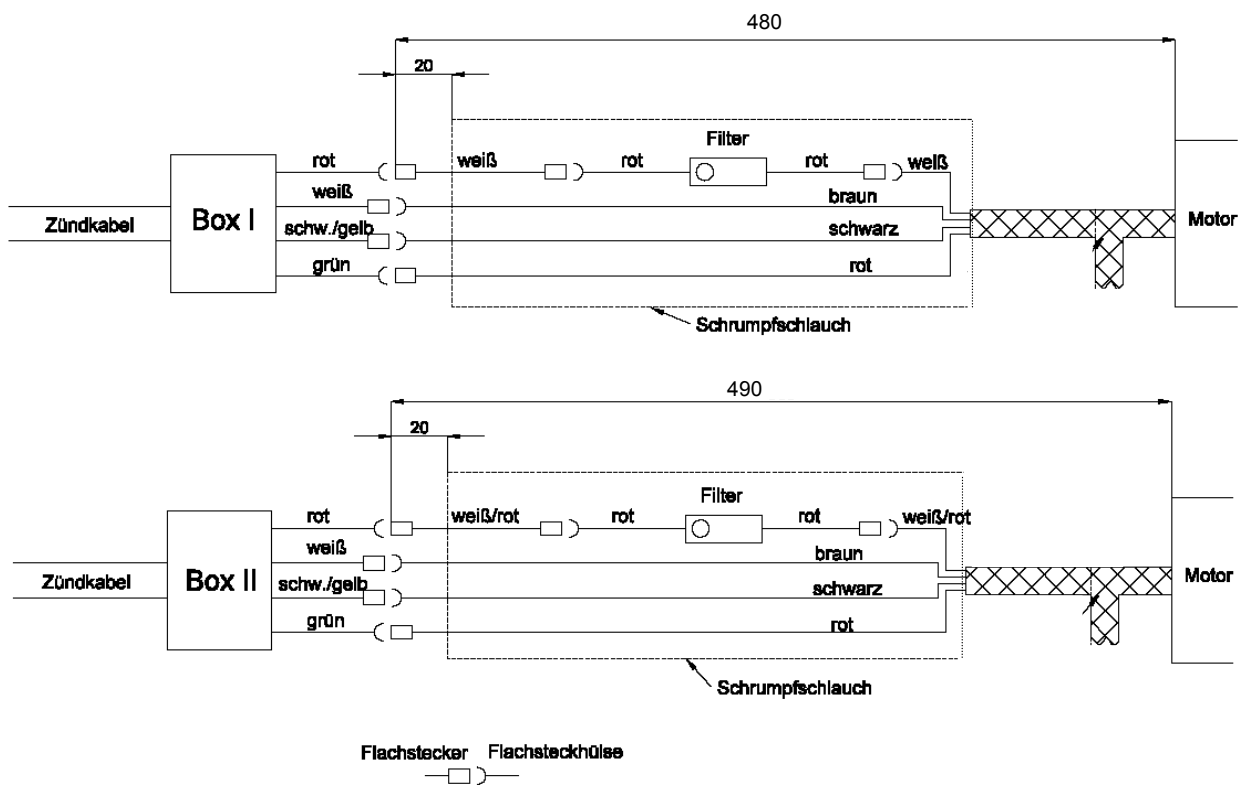

Abbildung 2
6. Der Kabelbaum für die hintere (BOX I) Zündbox ist auf eine Länge von 480 mm, vom Motorgehäuse aus gesehen (s. Abb.2 und Skizze 1), zu kürzen. Der der vorderen (BOX 2) auf 490 mm. Nach dem Ablängen wird auf die Kabelbäume Schrumpfschlauch aufgeschlupft. Es müssen noch ca. 20 mm Kabel (s. Abb. 2) heraus schauen.
7. Auf die Kabelenden werden Flachstecker bzw. Flachsteckhülsen entsprechend Abb. 2 gecrimpt.
8. Die Verkabelung mit den Zündboxen erfolgt nach Abb. 2